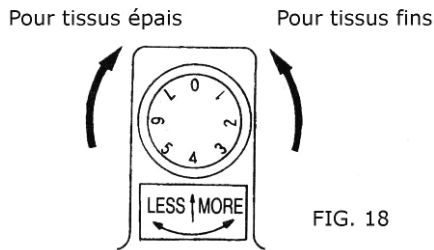

FIG. 18
9. Réglage de la pénétration d'aiguille (Fig. 18).....	- 10 -
9. Réglage de la pénétration d'aiguille (Fig. 18)